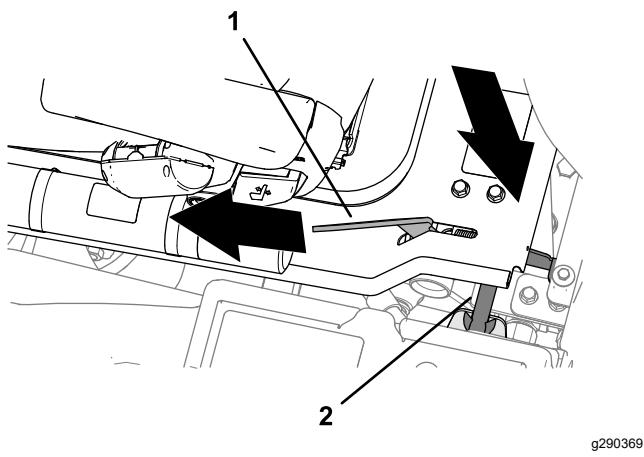

Bild 54
2. Wenn die Plattform beinah in der vollständig abgesenkten Position ist, bewegen Sie den Sperrriegelgriff der Plattform (Bild 54) zur Vorderseite der Maschine.